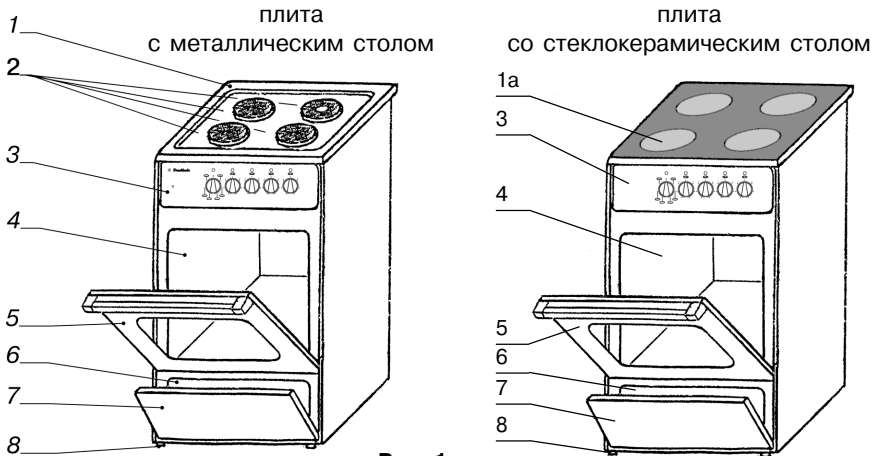

Рис. 1
5.1 Электроплита (см.рис.1) состоит из металлического стола поз. 1 с конфорками поз. 2 или стеклокерамического стола с конфорками поз. 1а, панели управления поз. 3, жарочного электрошкафа поз. 4 и хозяйственного отделения поз. 6.
5.8 Электроплита установлена на четыре легко регулируемые опоры поз.8 (см.рис.1), предназначенные для установки рабочей плоскости стола в горизонтальное положение.